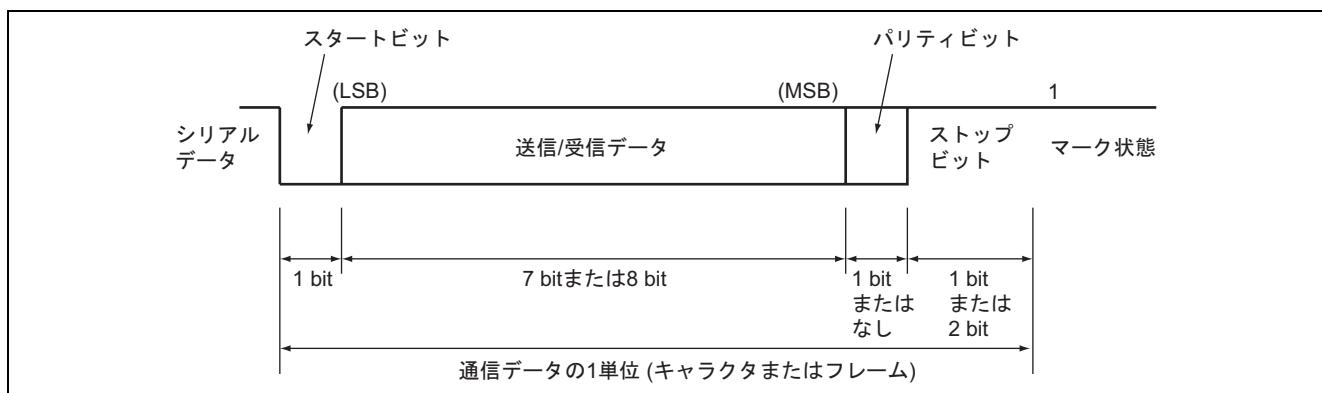

図 3 調歩同期式通信のデータフォーマット
- 図 3 に調歩同期式通信のデータフォーマットを示します。調歩同期式通信では、通信回線は通常マーク状態 ("High" レベル) に保たれています。SCI3 では通信回線を監視し、スペース (Low レベル) になったところをスタートビットとみなしてシリアル通信を開始します。